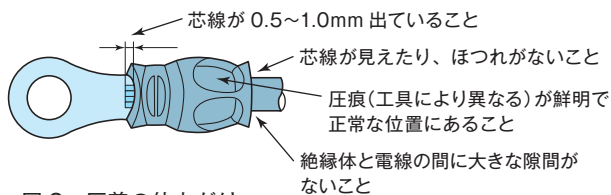

図2 圧着の仕上がり
圧着工具としては、使用する圧着端子や電線サイズに合った工具であることは当然として、さらに定期的に検定された、圧着端子メーカー指定の工具を使うことが信頼性確保の条件です。ポイントとしては、①端子形番と圧着工具のダイス（端子を挟むところ）の電線サイズが合致していること、②図2のような仕上がりになっていることです。